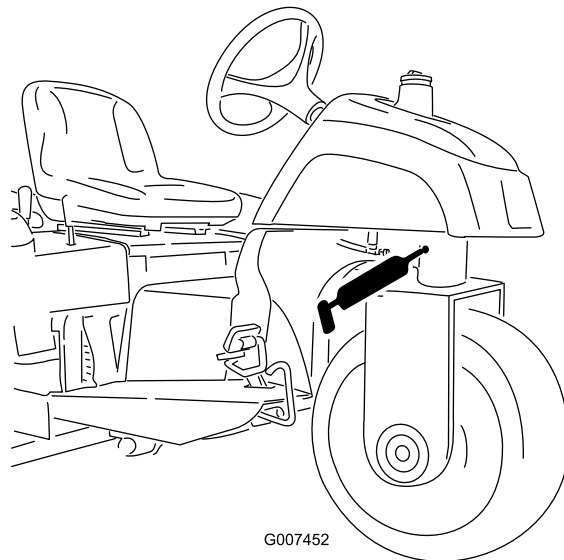

Figura 23
- Articulação da direção (Figura 23)
Nota: O bocal de embeber na articulação da direção (Figura 23) necessita de um adaptador de bico de pistola de pulverização. Encomende a peça nº 107-1998 da Toro ao seu distribuidor autorizado Toro.